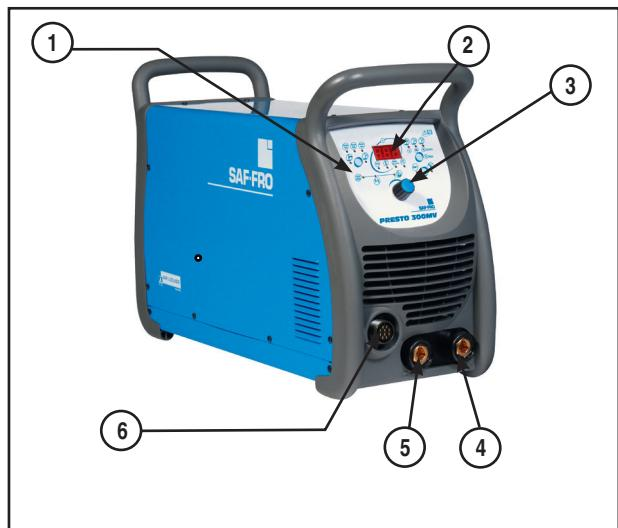
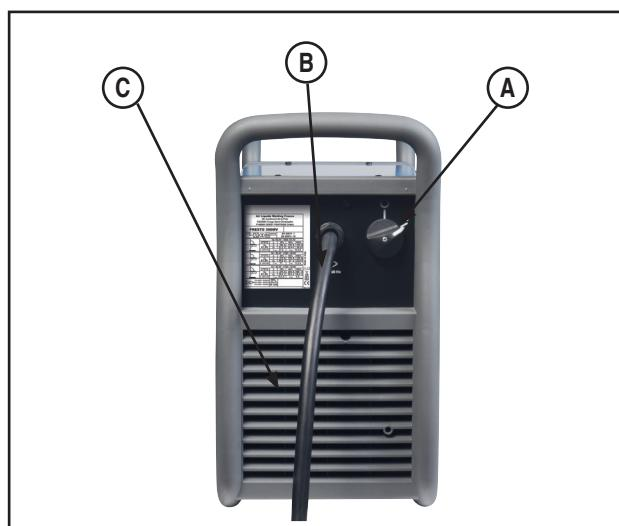
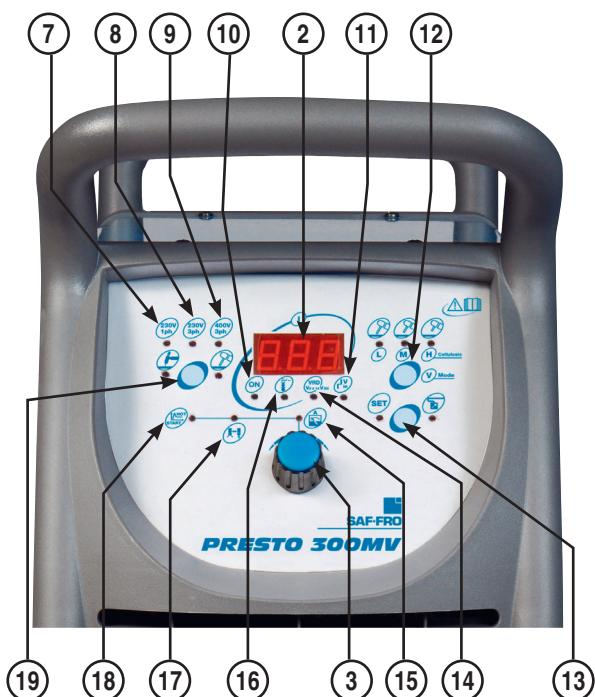

Fig. 2
Fig. 3
Fig. 8
- C. Ventilador de refrigeración: el equipo dispone de un circuito interno F.A.N. (Ventilador si se requiere) que enciende (ON) o apaga (OFF) automáticamente el ventilador. Esta función reduce la cantidad de suciedad que puede verse atrapada dentro del equipo, así como el consumo de energía. Cuando el equipo está encendido (ON) (Ref. A – Fig. 3), el ventilador se encenderá (ON). El ventilador seguirá funcionando si la máquina está soldando. Si la máquina no suelda durante más de cinco minutos, el ventilador se apagará (OFF).
- a. Para varilla de electrodo con corriente continua positiva (DCEP, por sus siglas en inglés) conecte el cable del portaelectrodos al terminal de corriente de soldadura positivo (Ref. 4 – Fig. 2).
- b. Para varilla de electrodo con corriente continua negativa (DCEN, por sus siglas en inglés) conecte el cable de trabajo al terminal de corriente de soldadura negativo (Ref. 5 – Fig. 2) y la pinza cerca del área de soldadura.
8. **Encienda el equipo (ON) (Ref. A – Fig.3)** y seleccione el modo de soldadura de electrodo (Ref. 19 – Fig. 8).
13. Para usar el mando a distancia: enchufe el conector del mando a distancia al receptáculo de 10 pines del panel frontal (Ref. 6 – Fig. 2) y actívelo con la tecla (Ref. 13 – Fig. 8). De esta manera, la corriente puede ajustarse independientemente del ajuste hecho en el equipo, pero cuidado: la corriente de soldadura máx. del mando a distancia depende del valor ajustado en el panel frontal con el mando de control del encoder (Ref. 3 – Fig. 8).
4. Conecte el cable de trabajo al terminal de corriente positivo (Ref. 4 – Fig. 2) y la pinza cerca de la zona de soldadura.
5. Conecte el cable de la antorcha al terminal de corriente negativo (Ref. 5 – Fig. 2) y coloque el electrodo requerido y la boquilla de conducción del gas en la antorcha (compruebe el estado del electrodo infusible).
8. Encienda el equipo (ON) (Ref. A – Fig. 3). El equipo se encenderá con el mismo ajuste de los parámetros anteriores.
9. Seleccione el modo de soldadura TIG LIFT (Ref. 19 – Fig. 8).
10. VRD: en el proceso de soldadura TIG LIFT, el dispositivo de reducción de tensión está activado (ON) de fábrica (no es posible apagarlo), esto significa que al final de la soldadura, el equipo se apaga (OFF) (en espera), para reiniciarse automáticamente cuando el electrodo entra en contacto con la pieza de trabajo (fase de encendido en modo LIFT TIG).
11. Establezca por defecto la corriente de soldadura dentro del intervalo de mín. a máx. disponible (su valor depende de la tensión de alimentación disponible en el área y del proceso de soldadura) usando el mando de control del encoder (Ref. 3 – Fig. 8).
12. Para usar el mando a distancia: enchufe el conector del mando a distancia al receptáculo de 10 pines del panel frontal (Ref. 6 – Fig. 2) y activelo con la tecla (Ref. 13 – Fig. 8). En este estado, la corriente puede ajustarse independientemente del ajuste hecho en el equipo, salvo la corriente de soldadura máxima que vendrá ajustada por el mando de control del encoder (Ref. 3 – Fig. 8).
IMPORTANTE: CUANDO SE ENCIENDE EL EQUIPO (REF. A – FIG. 3), SE ENCIENDE EL TESTIGO LED VERDE DE ENCENDIDO (ON) (REF. 10 – FIG. 8) JUNTO CON UNO DE LOS TESTIGOS LED DE TENSIÓN DE ENTRADA (REF. 7, 8, 9 – FIG. 8) PARA INDICAR LAS CARACTERÍSTICAS DE LA RED CONECTADA AL EQUIPO.
Están disponibles los ajustes predefinidos y visualizaciones siguientes (vea Fig. 8):
- Testigo LED amarillo encendido (ON) (Ref. 16): este testigo se enciende cuando el equipo se sobrecalienta y se desactive la corriente.
Ref. 15. Con el testigo LED rojo encendido, use el mando de control del encoder para ajustar la corriente de soldadura. El amperímetro (Ref. 2) muestra el valor predefinido y el amperaje mientras se suelda. El testigo LED de la corriente de soldadura (Ref. 15 – Fig. 8) está normalmente encendido (ON); solo está apagado (OFF) cuando la función Hot Start (inicio caliente) o Arc Force (fuerza del arco) están activadas.